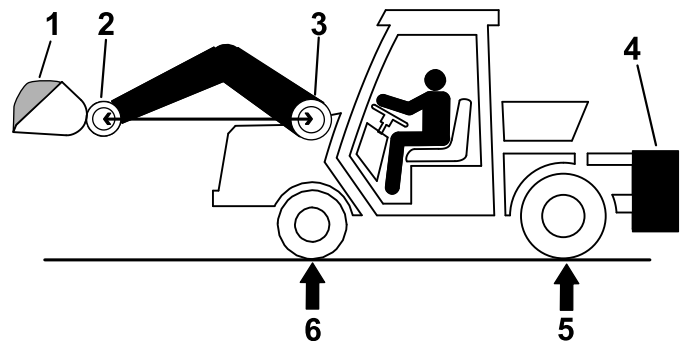

Figure 30
1. Chargez le godet au maximum, puis levez le godet à la position avant maximale, comme montré à la Figure 30.
2. Dans un poste de pesage, mesurez le poids total autorisé en charge (PTAC) au niveau des essieux avant et arrière, en levant la chargeuse de sorte que l'axe de pivot du godet soit à la même hauteur que l'axe de pivot du bras (Figure 30).
Remarque: Si R est inférieur au poids sur l'essieu arrière requis (RRAW), aucun lest n'est nécessaire (Figure 30).